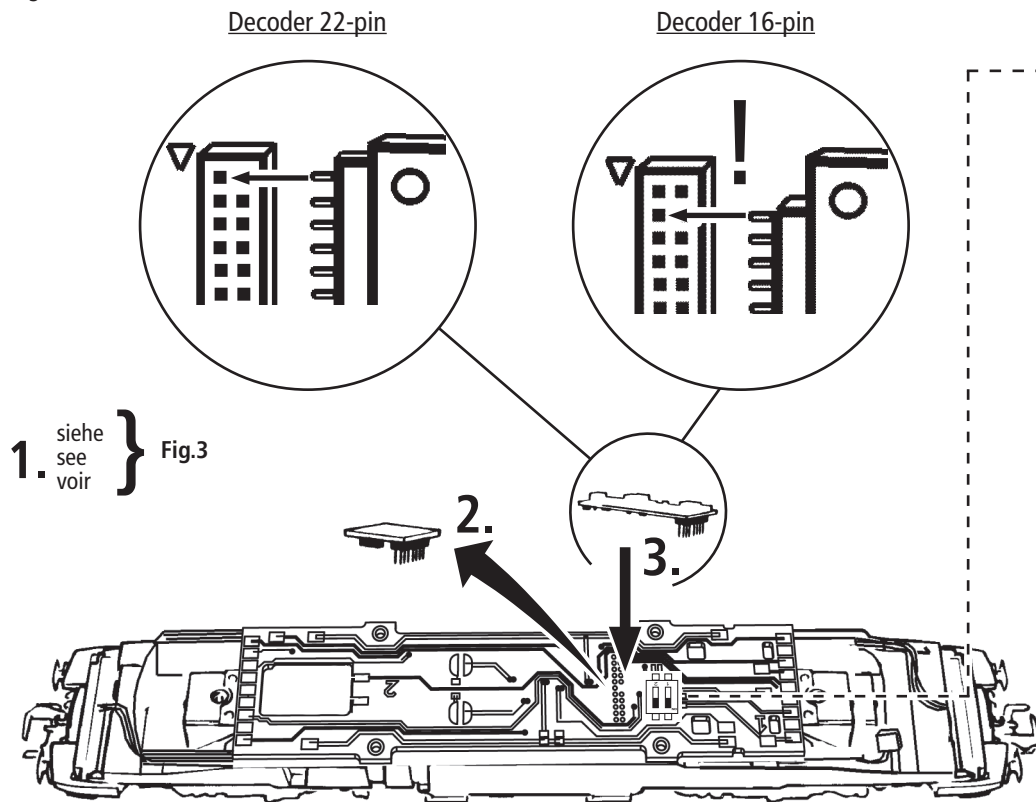

Fig. 8
2. Schmierung: Versehen Sie die im Schmierplan in Fig. 8 gekennzeichneten Stellen mit nur **kleinen Öltropfen**. Dazu zuerst das Lokgehäuse abnehmen (Fig. 3). Wir empfehlen den **ROCO Öler Art.-Nr. 10906**. Fürs Schmieren der Getriebeteile (Zahnräder, Schnecke) empfehlen wir das **ROCO-Spezialfett Art.-Nr. 10905**. Im Falle der Schmierung diese Teile **nicht ölen**.
2. Lubrication: Apply **tiny oil drops** to spots marked in fig. 8. Prior to lubrication dismantle locomotive (fig. 3). We recommend using item no. **10906, Roco oiler**. For lubrication the gearparts (e.g. cogwheels, worm) we should recommend our Roco **special grease** (item no. **10905**). **Attention:** Please do not oil these parts when using our grease.
2. Graissage: N'appliquez **qu'une toute petite goutte** aux endroits indiqués par le plan de graissage (fig. 8) après avoir démonté la caisse de la locomotive (fig. 3). Nous vous recommandons le **graisseur à huile Roco réf. 10906**. Pour graisser les engrenages (roues dentées, vis sans fin) nous vous conseillons la **graisse spéciale Roco réf. 10905** pour engrenages en matières synthétiques. Lorsque vous utilisez cette graisse il faut éviter d'huiler ces composants.